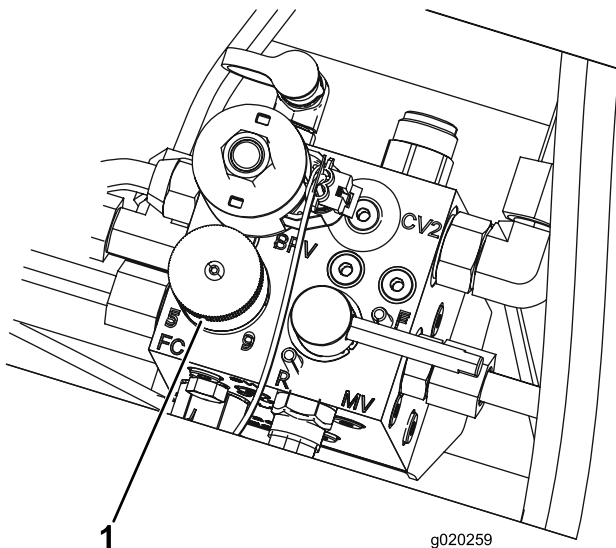

Figura 32
4. Para establecer la velocidad de los molinetes, gire el pomo (Figura 32) hasta que la flecha apunte al número que indique el ajuste deseado.